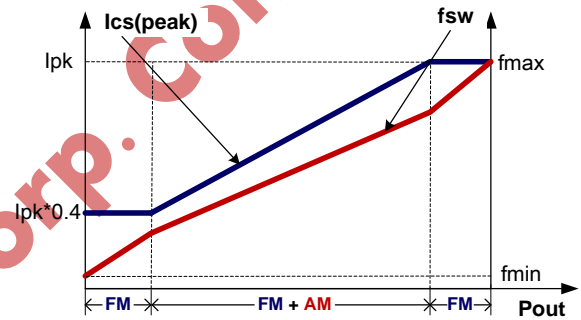

图 4
如图 4 所示，为了满足严苛的平均效率和待机功耗要求，KP216XM 采用了调幅控制 (AM) 和调频控制 (FM) 结合的多模式控制技术。